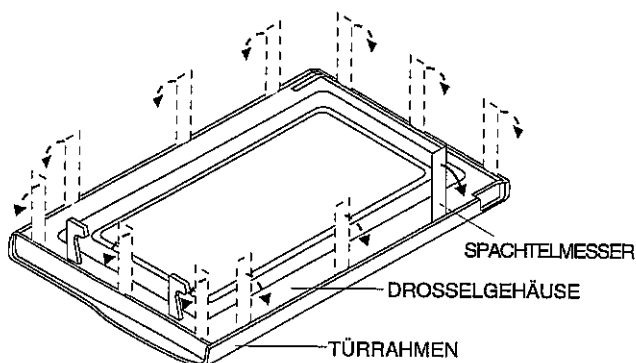

Abbildung C-5. Türausbau
3. Ein Spachtelmesser (Dicke ca. 0,5 mm) in die Lücke zwischen dem Drosselgehäuse und Türrahmen einfügen, wie in Abbildung C-5 gezeigt.
8. Lösen Sie die vier (4) Schrauben, zwischen der Türplatte und dem Türrahmen.
9. Nehmen Sie die sechs (6) Haltezungen des Türrahmens von der Türplatte ab, indem Sie die Türplatte nach unten schieben.
13. Lösen Sie die zwei (2) Schrauben zwischen dem Glasstopper und dem Türrahmen.